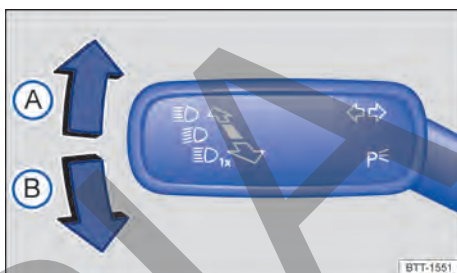

Fig. 81 En el lado izquierdo de la columna de dirección: palanca de los intermitentes y de la luz de carretera.
- Mueva la palanca de los intermitentes y de la luz de carretera → fig. 81 desde la posición central a la posición deseada:
- (A) Se conecta el intermitente derecho ➔
- (B) Se conecta el intermitente izquierdo ➜